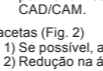

Fig. 1 / Ek. 1 / Kuva 1
1. Preparar as margens com chanfradura mais profunda ou ombro mais arredondado. (Fig. 1)
- 1) Preparar as margens com chanfradura mais profunda ou ombro mais arredondado. (Fig. 1)